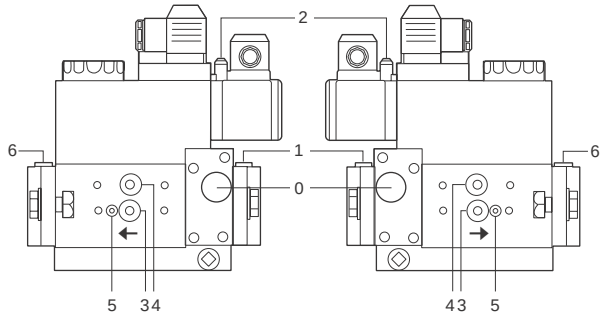

Fig. 41
- Limpie y controle de los filtros de las valvulas de gas (Fig. 41 y siguientes).